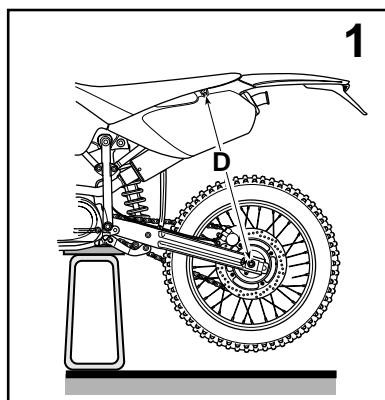
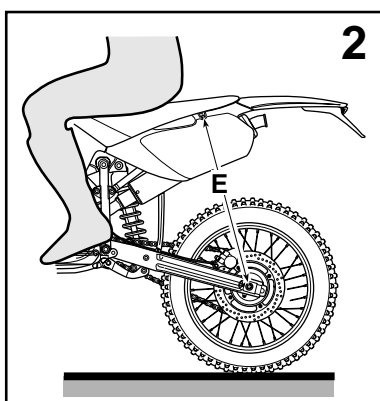
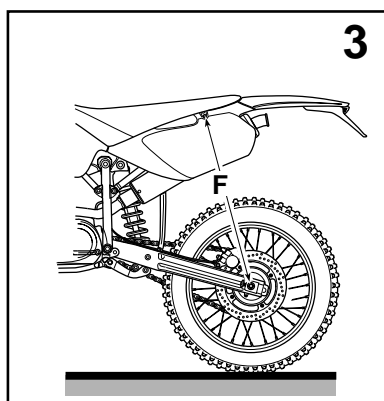
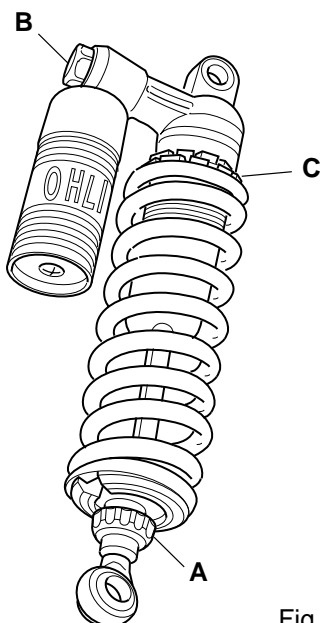

Fig. 25
Fig. 26
Fig. 27
Fig. 24
Compressione (Rif. A - Fig.24)
Estensione (Rif.B - Fig.24)
1. Misurare la distanza "D" (Fig.25) da terra con la motocicletta senza conducente in sella, posta su uno sgabello e con gli ammortizzatori staccati come indicato dalla figura.
2. Rimuovere lo sgabello e sovraccaricare la moto con il conducente in sella che deve tenere entrambi i piedi sui due posapièdi. Misurare la distanza "E" (Fig.26) che deve essere ora 85-95 mm inferiore ad "D" (Fig.25). Se la distanza non coincide regolare la precarica della molla agendo sui registri (Rif.C - Fig.24) finchè la distanza non diventa di 85-95 mm. (3,34-3,74 in) inferiore rispetto ad "D" (Fig.25).
3. Se l'intervento sulla precarica è notevole si rende necessario riequilibrare la taratura di compressione ed estensione (Rif.A e B - Fig.24).
4. Fare scendere il conducente e misurare la distanza "F" (Fig.27) che dev' essere 10-15 mm. (0,39-0,59 in) inferiore ad "D" (Fig.25).
Compression (Ref.A - Fig.24)
Return damping (Ref.B - Fig.24)
1. Measure the distance "D" (Fig. 25) when the motorcycle is supported on a stand so that the shock absorbers are fully extended as shown in the figure.
2. Remove the stand and sit in the seat, with both feet resting on the footrests. Measure distance "E" (Fig. 26), which should now be 85-95 mm (3.3-3.7 in) less than "D" (Fig. 25). If the distance is outside these limits, adjust the pre-load setting the regulator (Ref.C - Fig.24) until the distance is within 85-95 mm. (3,34-3,74 in) less than "D" (Fig. 25).
4. Get off the seat, and then measure distance "F" (Fig. 27) which should be 10-15 mm. (0,39-0,59 in) less than "D" (Fig. 25).
Kompression (Bez.A - Abb.24)
Rückdämpfung (Bez.B - Abb.24)
1. Die unbelastete Maschine so aufbocken, daß der Stoßdämpfer völlig ausgezogen ist. Den Abstand "D" (Abb.25) messen und notieren.
2. Die Maschine abbocken und mit beiden Rädern auf den Boden stellen. Den Fahrer auf der Sitzbank mit beiden Füßen auf den Fußrasten sitzen lassen. Den Abstand "E" (Abb.26) messen, der um 80-95 mm. (3,34-3,74 in) kleiner als der Abstand "D" (Abb.25) sein muß. Wenn nicht, die Federvorspannung "C"-(Abb.24) gem. Abb. verdrehen, bis "E" (Abb.26) 80-95 mm. (3,34-3,74 in) kleiner ist als "D" (Abb.25).
4. Den Fahrer absteigen lassen und den Abstand "F" (Abb.27) messen, der um 10-15 mm. (0,39-0,59 in) kleiner als der Abstand "D" (Abb.25) sein muß.
Compression (Rèf.A - Fig.24)
Amortissement à la détente (Rèf.B - Fig.24)
1. Mesurez la distance "D" (Fig.25) lorsque la moto est déchargée et posée sur chandelle, de façon que les amortisseurs soient entièrement détendus selon la figure.
2. Posez la moto au sol et le motocycliste dessus, les pieds sur les repose-pieds. Mesurez la distance "E" (Fig.26), qui doit être de 85 à 95 mm. (3,34-3,74 in) plus courte que "D" (Fig.25). Si ce n'est pas le cas, agissez sur les règles "C" (Fig.24) du précharge de la ressort, jusqu'à arriver à cette différence.
4. Moto déchargée, mesurez la distance "F" (Fig.27), qui doit être plus courte de 10 à 15 mm. (0,39-0,59 in) que "D" (Fig.25).